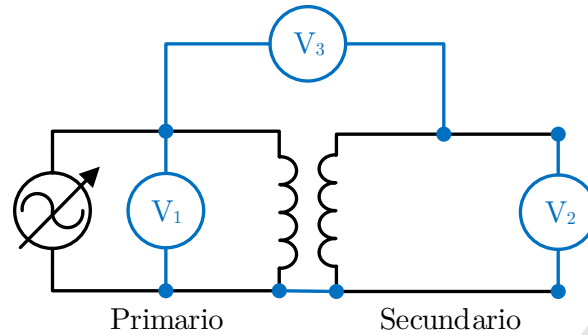

Figura 3: Circuito para determinar el punto de polaridad.
1. Armar el circuito que se muestra en la Figura 3.